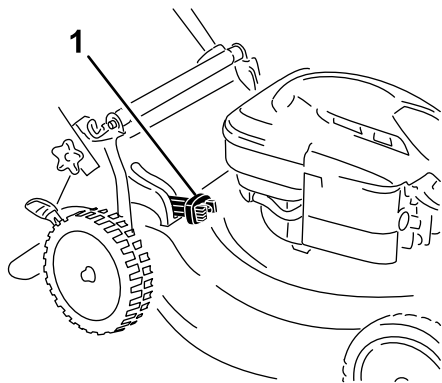

Bild 21
- Zum Sammeln des Schnittguts und Laubs drücken Sie die Taste am Hebel für den zuschaltbaren Fangkorb und bewegen den Hebel nach vorne, bis die Taste am Hebel herauspringt (**Bild 21**).